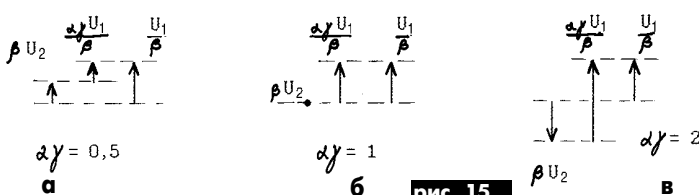

рис. 15
На рис.14 приведены диаграммы сигналов на входе цепи β при тех же значениях $\alpha\gamma$, что и на рис.13. С учетом того, что $E_g + KU_1 = U_2$ (24), диаграммы рис.13 можно изобразить в виде рис.15.
Сравнивая рис.15 и 9, видим, что по отношению к сигналу U_2 устройство ведет себя как одиночная петля ПОС, но рост уровней сигналов в ней подобно безграничному росту в петле ПОС при единичном или большем ПУ невозможен из-за стабилизирующего действия ООС. Сигнал U_1 , как следует из (23'), остается конечным - $\beta E_g / (1 - \alpha\gamma - K\beta)$ даже при $\alpha\gamma=1$, однако ПОС сохраняет характер своего поведения в том, что соотношение длин векторов U_1 и βU_2 остается таким же, как и на рис.9 для одиночной петли ПОС. Соблюдается масштабная инвариантность относительно величин, действующих в петле ПОС сигналов при различных вариантах ее включения (как с ООС, так и без нее). Поэтому U_2 в устрой-